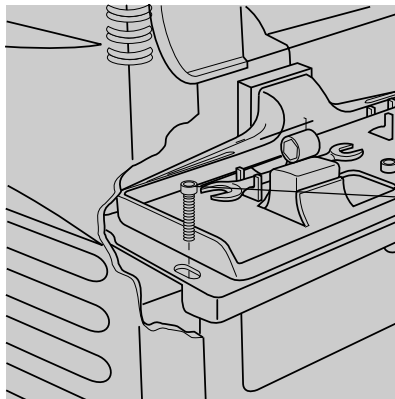

FIG. 15
- 3) Retirer les deux vis creuses près du plateau d'accessoires (fig. 15). Soulever et retirer soigneusement la chute d'évacuation des poussières. **⚠ MISE EN GARDE** : Lorsqu'on retire la chute, les fers sont à découvert.